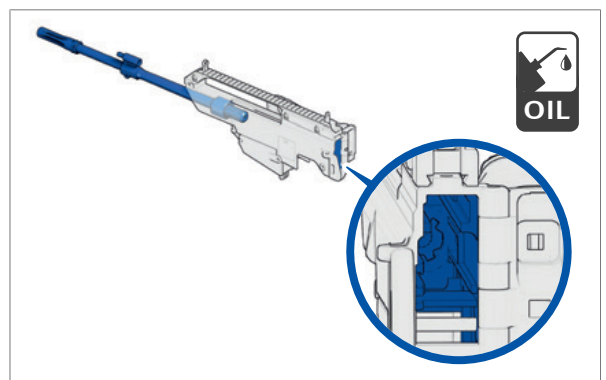

Abb. 119: Schmierstellen des Gehäuses
4. Schmierstellen des Gehäuses einölen (Abb. 119).